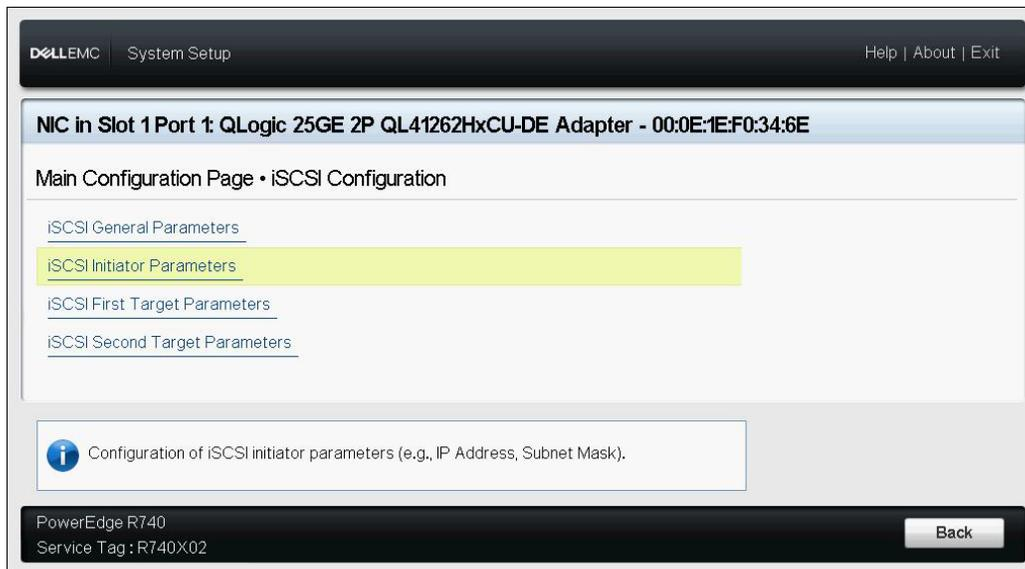

Abbildung 9-9. Systemeinstellung: Auswählen von iSCSI Initiator-Parametern
5. Wählen Sie die Option **iSCSI Initiator Parameters** (iSCSI-Initiatorparameter) (Abbildung 9-9) aus und drücken Sie ENTER (Eingabe).